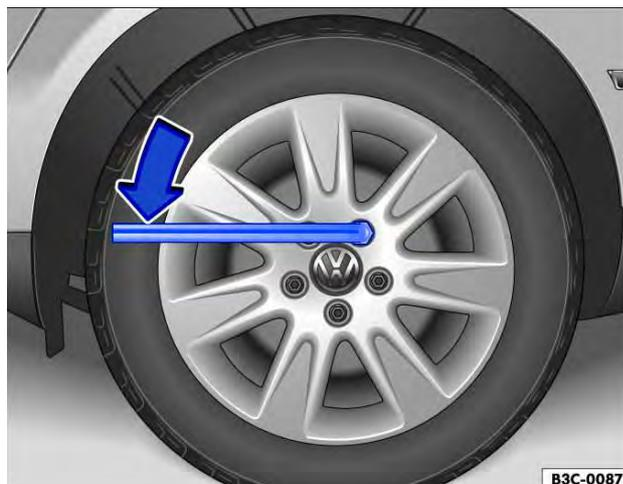

Fig. 179 Troca de roda: soltar os parafusos da roda.
- Encaixar a chave de roda no parafuso da roda até o batente → Fig. 179.